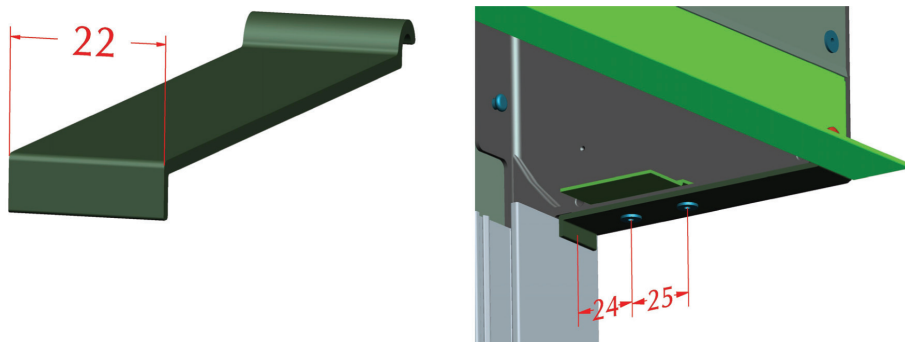

Рис. 13. Крепеж ревизионной крышки
- установить полосу ревизионной крышки и пластину SB-I/PL на крышку боковую и зафиксировать заклепками (для заклепки просверлить отверстия диаметром 4,2 мм), как это показано на рис. 13: